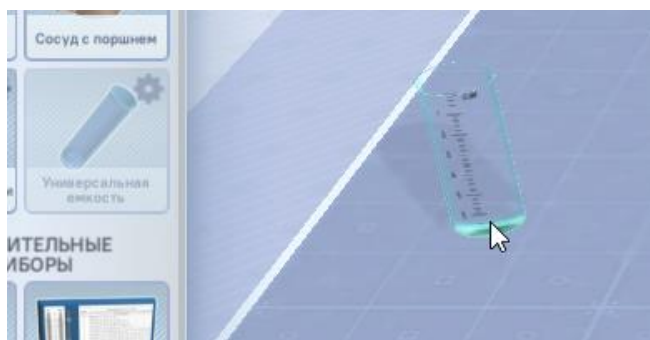

Рисунок 25 – Создание прибора
- 3) Перетащите объект в область рабочего стола. Когда указатель перемещается в зону рабочего стола, под указателем появляется трехмерная модель создаваемого прибора (рисунок 25). Отпустите указатель в том месте на рабочем столе, где требуется разместить прибор.